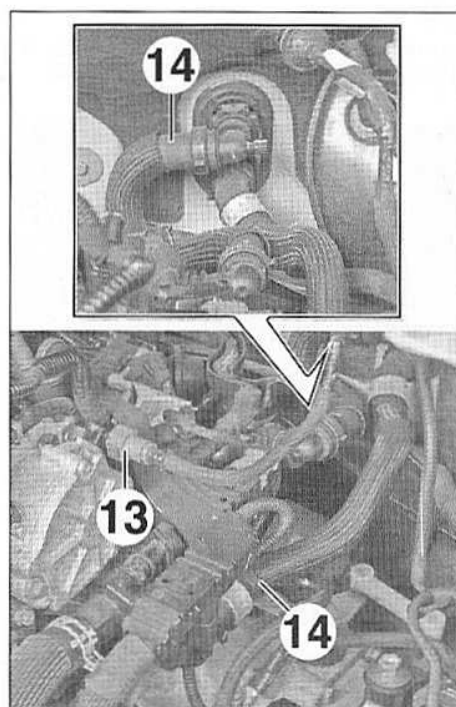
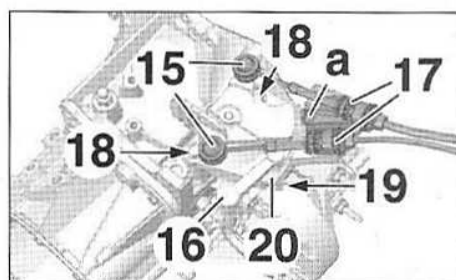

FIG.153
FIG.154
- Débrancher (Fig.153) :
- la canalisation de dépression (13),
- les durits (14).
- Désaccoupler (Fig.154) :
- les commandes de boîte de vitesses (15),
- la biellette (16).
- Libérer les câbles de commande (17) en poussant le verrouillage (a).
- les vis (18),
- l'écrou (19),
- le support (20).